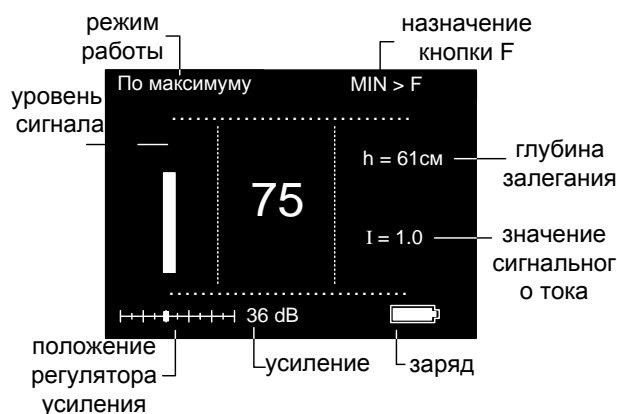

Рис.7. Показания прибора в режиме «Классический»
- прибор автоматически проводит необходимые настройки и на экране появятся значения глубины, тока и уровень сигнала (рис.7);